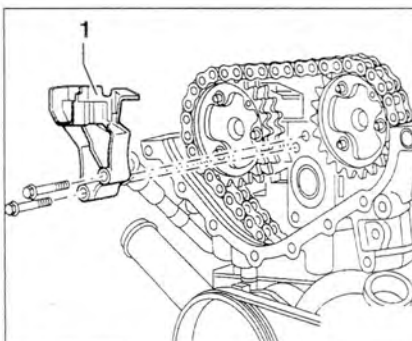

Рис. 2.27. Открутите болты крепления и снимите верхнюю планку успокоителя **1**.
9. Открутите болты крепления и снимите верхнюю планку успокоителя **1** (рис. 2.27).
26. Затяните верхнюю планку успокоителя 1 (рис. 2.27).
14. Открутите болты и снимите верхнюю планку успокоителя 1 (рис. 2.27).